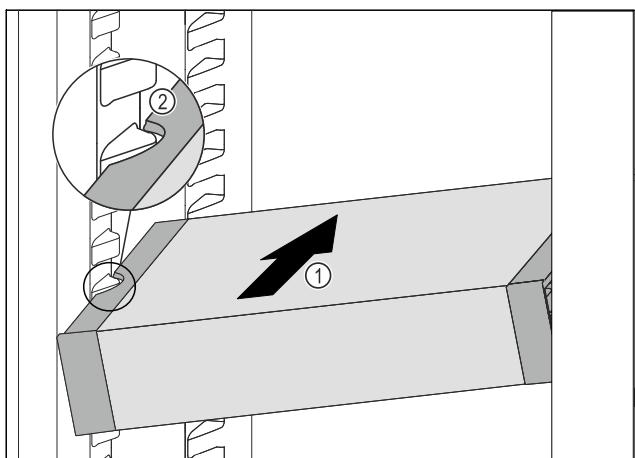

Fig. 89
- Вкарайте VarioSafe под ъгъл в хладилната част Fig. 89 (1), докато страничните прорези Fig. 89 (2) на VarioSafe се намират на височината на реброто на съда в хладилната част.